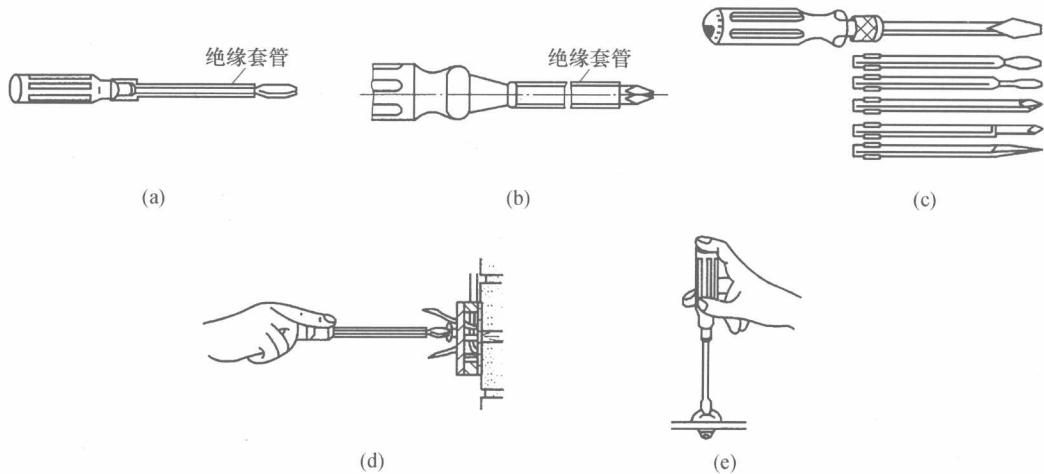

图 1-5 常用螺丝刀的外形和使用方法
部的形状有一字形和十字形两种；按握柄所用的材料有木柄和塑料柄两种。电工多采用绝缘性能较好的塑料柄螺丝刀。常用螺丝刀的外形和使用方法如图 1-5 所示。
- (1) 根据螺丝钉的大小、规格选择合适的螺丝刀；(2) 使用时应手握刀柄，将刀口对准并压紧螺丝钉向左或者向右旋动，如图 1-5(d)、(e) 所示；(3) 不能使用穿心螺丝刀；(4) 螺丝刀不能当凿子用。